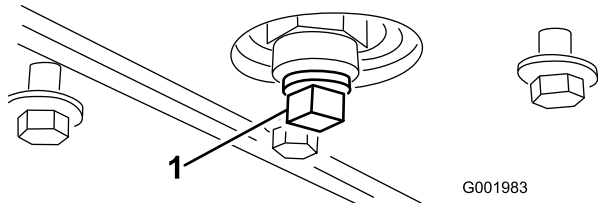

Figure 50
- Enlevez le bouchon de vidange (Figure 50).